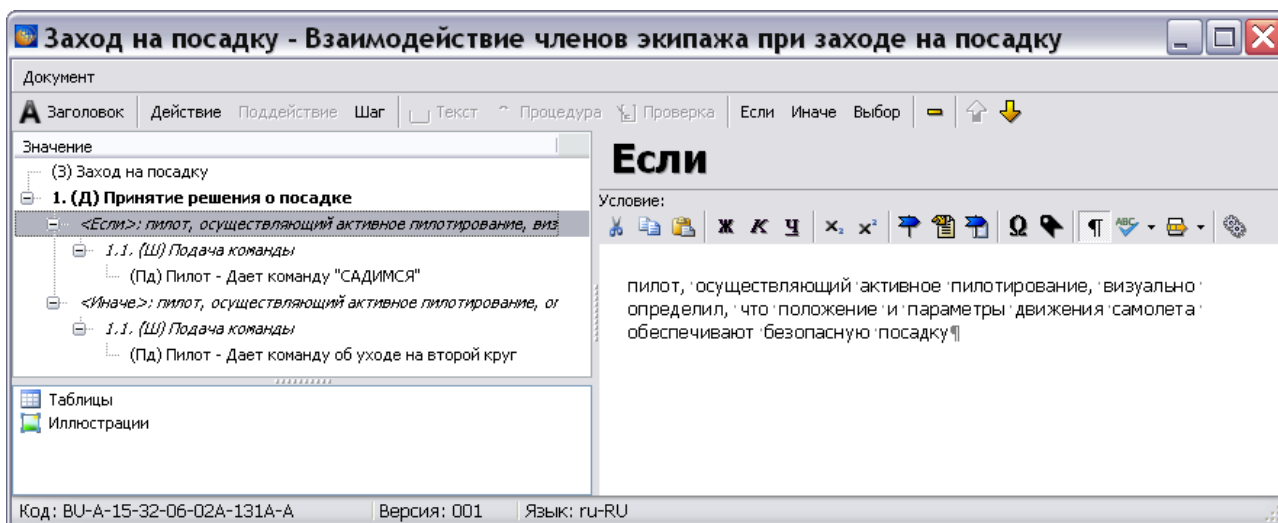

Рис. 22.80
- Для описания условий (Рис. 22.80).